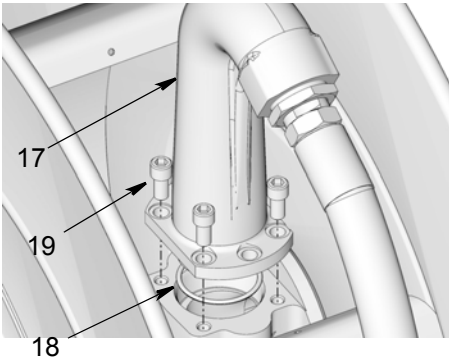

FIG. 24
1. Invierta la dirección de salida (17).
- a. Retire los pernos (19) y la salida (17) del carrete (FIG. 24)